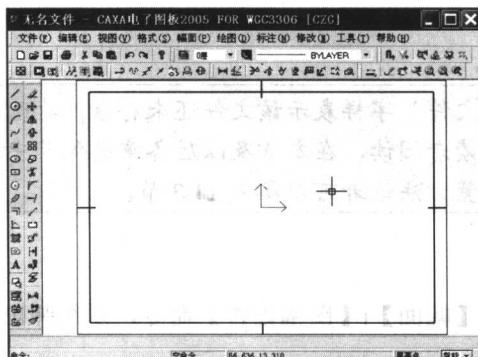

图 1.5 调入图框
- (2) 单击选择显示区中的【横 A4】图标, 然后单击【确定】按钮, 调入图框完成。屏幕上出现如图 1.5 所示的图框。